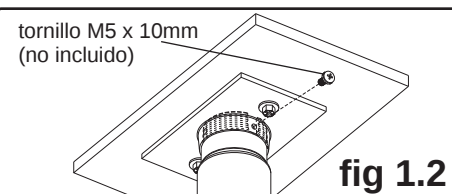

fig 1.2
Align one small hole in the threaded fitting of ceiling plate with slot of adjuster tube (A). Insert and tighten one M5 x 10 mm screw (not included) through the hole of threaded fitting and slot of adjuster tube (A) as shown in figure 1.2.
Alignez un petit trou du raccord fileté de la plaque de plafond avec la fente du tube de réglage (A). Insérez et serrez une vis M5 x 10 mm (non inclus) dans le trou du raccord fileté, puis dans la fente du tube de réglage (A) comme illustré à la figure 1.2.